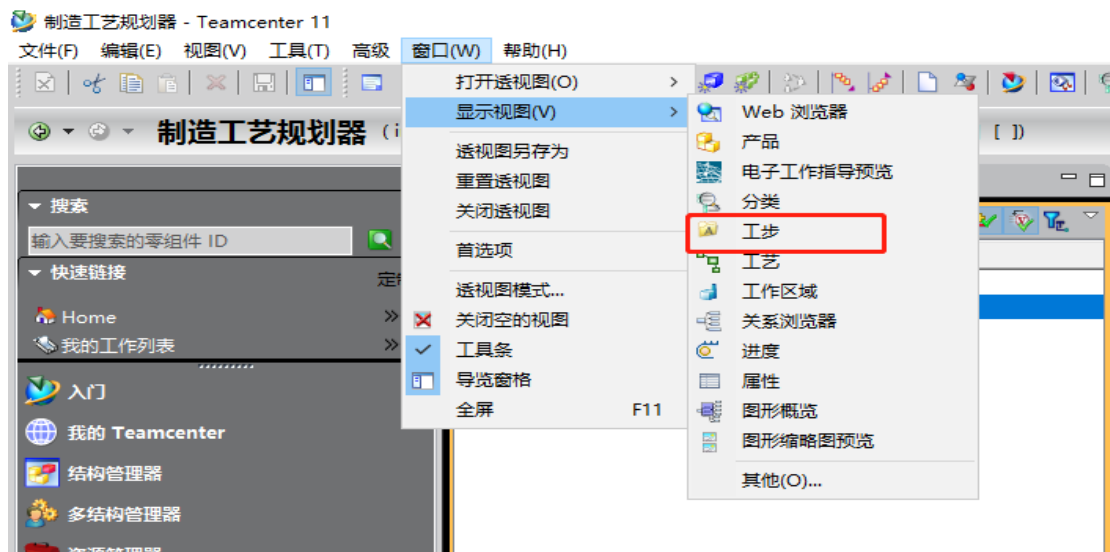

图 2
2) 选中工序，然后通过窗口->显示视图->工步，将工步视图调出显示（如图 2）。